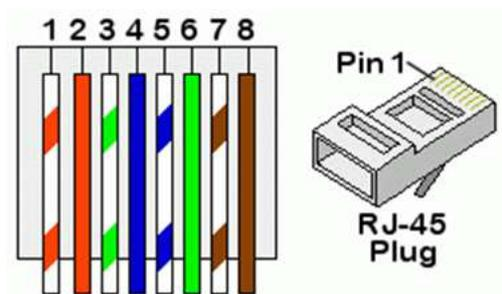

Figura 10 - Pinout connettore RJ45
- 2) Per chiarezza in Figura 10 si riporta il pin-out del connettore RJ45.